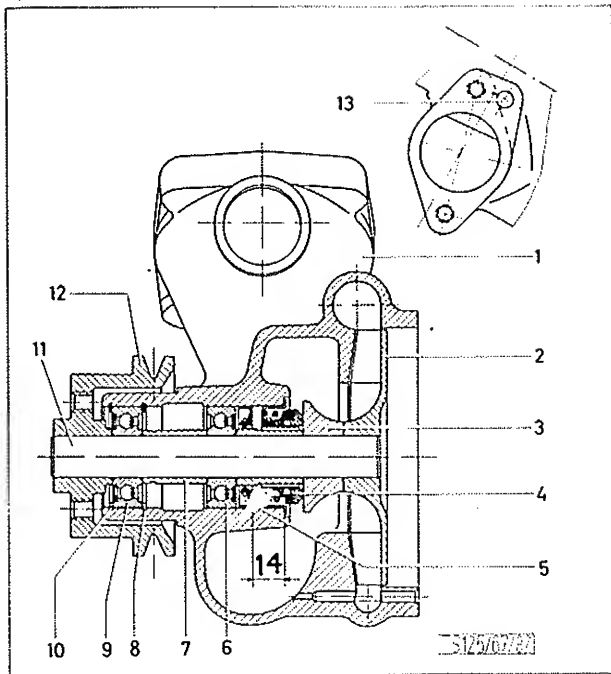

BILD 77 : Wasserpumpe
3. Zweites Kugellager mit Staubschutzdichtung nach außen bis zum Distanzhülse-Anschlag in das Gehäuse einpressen. Simmerring und Gleitringdichtung mittels passendem Dorn ebenfalls einpressen. (Einbautiefe des Simmerring siehe Bild 77).